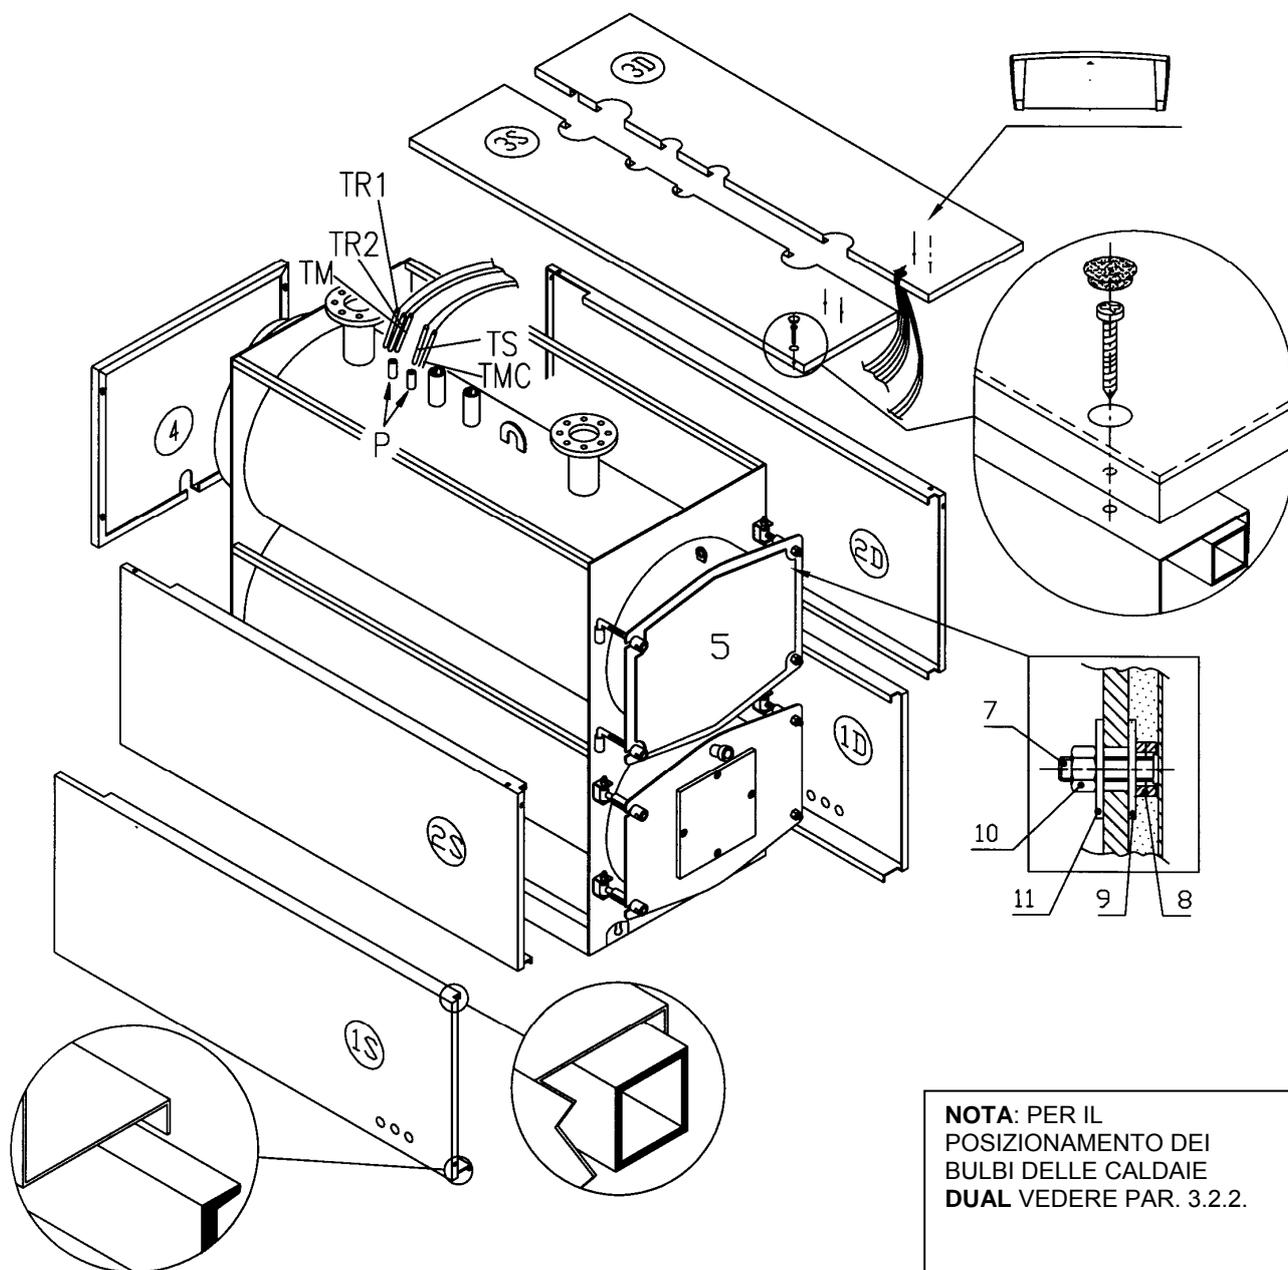

Fig. 8
4.3 RIVESTIMENTI CALDAIA (Fig. 8)
- a) Avvolgere la lana di vetro sul corpo caldaia lasciando in vista i pozzetti porta bulbi (P) situati vicino al tronchetto flangiato di mandata.
- f) Montare il pannello posteriore (4) unendolo ai pannelli laterali della caldaia tramite le linguette sporgenti.
- h) Per il montaggio del pannello portellone (5) inserire su ogni perno (7) del pannello i due distanziali (8) e la rondella (9) quindi posizionare il pannello stesso sul portellone fissandolo con dado (10) e l'altra rondella (11).